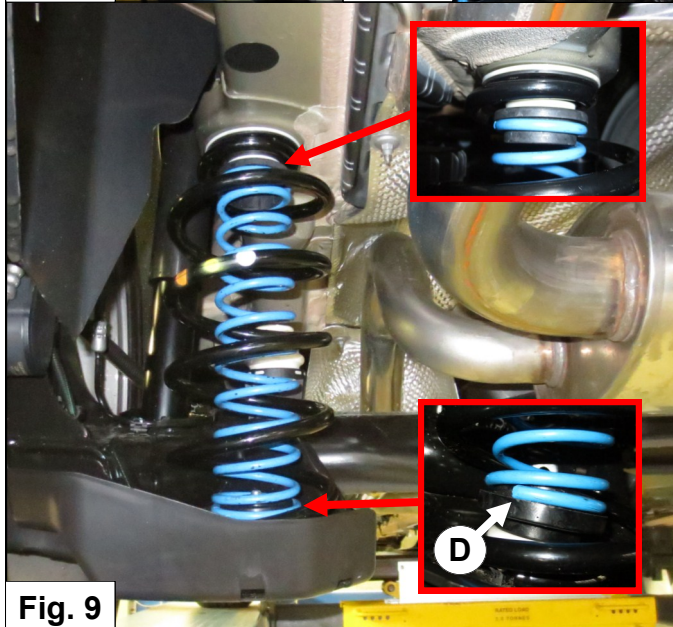

Fig. 9
11. Align spring seat A into the just drilled hole of the upper spring seat. See Figure 9.
13. Turn auxiliary spring C so that both windings-ends are facing towards the front of the car. See Figure 9.
11. Zentrieren Sie Federteller A in die Bohrung der oberen Federhalter. Siehe Abbildung 9.
13. Drehen Sie Hilfsfeder C, so dass beide Enden zeigen nach vorn. Siehe Abbildung 9.
11. Centre la coupelle supérieure A dans le trou de support de ressort supérieure. Voir figure 9.
13. Tourner le ressort auxiliaire C de sorte que les deux extrémités D sont dirigées vers l'avant. Voir figure 9.